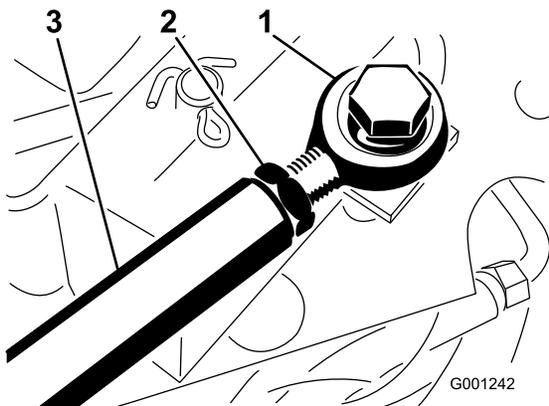

Рисунок 79
Если требуется дополнительная регулировка, отрегулируйте шток привода (Рисунок 79) следующим образом:
2. Ослабьте контргайку, которая крепит конец штока к штоку привода (Рисунок 79).
4. Затяните контргайку (Рисунок 79) и прикрепите конец штока к педали тяги при помощи ранее снятых болта и гайки, чтобы зафиксировать угол установки ножной педали.